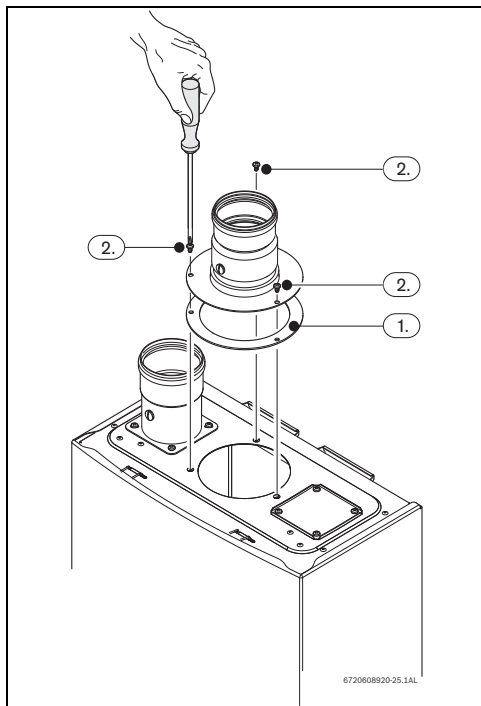

Fig. 26
- ▶ Colocar el sello entre el aparato y el accesorio, consultar la Fig. 26 , pos. 1.
- ▶ Apretar los 3 tornillos del accesorio de evacuación, consultar la Fig. 26 , pos. 2.